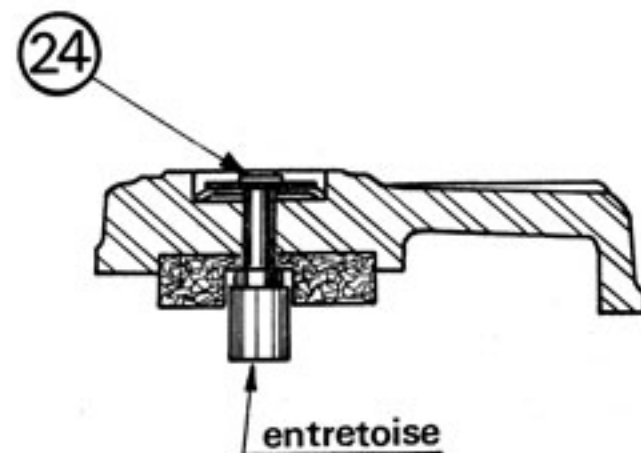

Fig. 2
Placer le demi-étrier à plat sur un établi en mettant une petite cale pour maintenir l'axe (23) en position (Fig. 2).
Exercer une pression sur la rondelle plate et la rondelle Onduflex et remonter le circlips (24) Fig. 2).